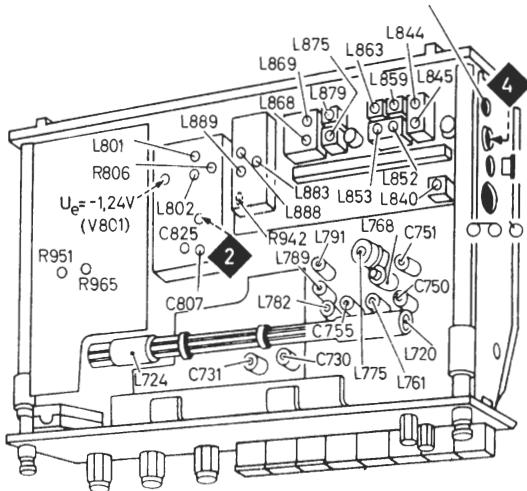

Fig. 10
5. Den Ruhestrom ca. 1 Minute nach dem Einschalten des Gerätes mit dem Einstellregler R 965 auf $7 \text{ mA} \pm 1.4 \text{ mA}$ einstellen, Fig. 10.
2. Der Einstellregler R 806, Fig. 10, soll so eingestellt werden, daß an R 800 ein Spannungsabfall von 220 mV auftritt. Der Kollektorstrom von V 800 beträgt dann 1 mA.
5. Approx. 1 minute after switching on set, set zero signal current via adjuster R 965 to $7 \text{ mA} \pm 1.4 \text{ mA}$, fig. 10.
2. Set adjuster R 806, fig. 10, so that a voltage drop of 220 mV appears at R 800. The collector current of V 800 amounts to 1 mA.
³⁾ Ein AM-Signal, 400 Hz, 30 % moduliert, soll eine Ratiospannung von 1,4 V erzeugen. Dann mit R 942, Fig. 10, ein Spannungsminimum am Outputmeter einstellen.
³⁾ An AM signal, 400 cs, 30 % modulated must produce a ratio voltage of 1.4 V. Adjust a voltage minimum at the outputmeter by means of R 942, see fig. 10.
Zur Stromversorgung des Koffergerätes kann anstelle der Batterien ein Netzteil der Firma Buck-Elektronik mit einer stabilisierten Spannung an die dafür vorgesehene Buchse, Fig. 10, angeschlossen werden. Durch den Anschluß wird die Batterieleitung automatisch unterbrochen, so daß bei Betrieb mit dem Netzteil die Batterien nicht angeschlossen sind. Wird das Gerät **nur** mit Netzteil betrieben, so empfehlen wir, die Batterien aus dem Gerät herauszunehmen.
Instead of the batteries, a mains unit of Messrs. Buck-Elektronik can be used as power supply which is connected to the corresponding jack, see fig. 10, and supplies a stabilised voltage. On connecting this mains unit the batteries are automatically disconnected. If the set is to be used with the mains unit **only**, we recommend to remove the batteries.